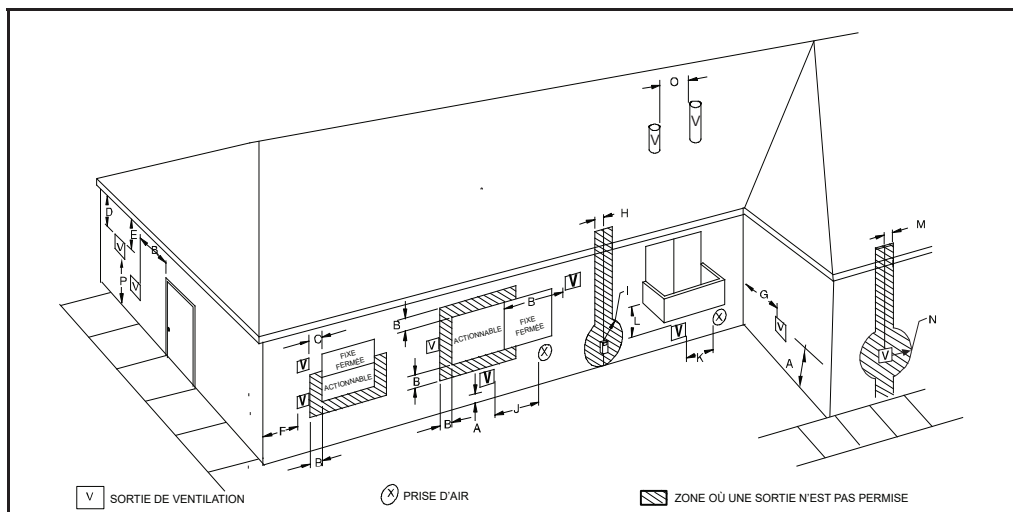
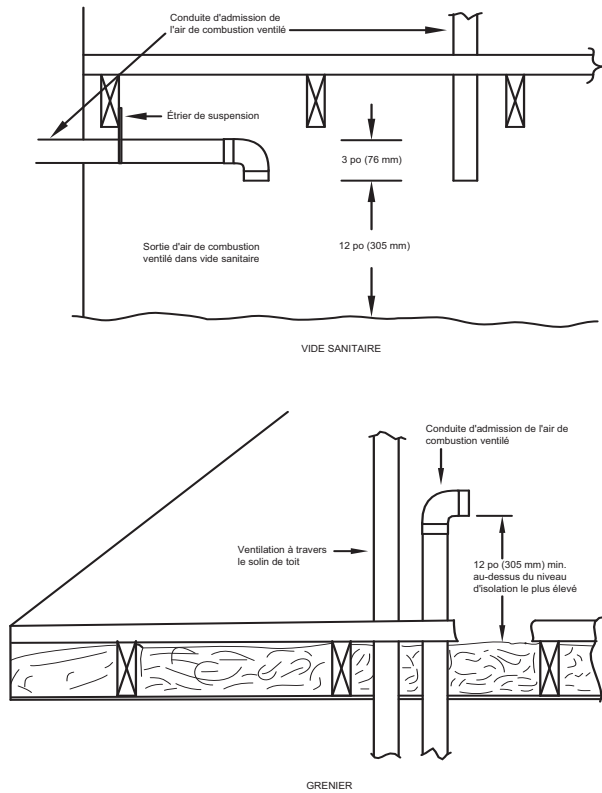

Fig. 43 – Dégagement des sorties des systèmes à air de combustion ventilé et à ventilation indirecte
Fig. 48 – Sorties de ventilation pour système à air de combustion ventilé
Dans le cas d'un système à air de combustion ventilé, l'évent aboutit et évacue les produits de combustion directement à l'extérieur, comme un système à ventilation directe. Consultez la Fig. 43 pour connaître les exigences de dégagement du code national.
Dans un système à évacuation indirecte (un conduit), tout l'air de combustion est prélevé directement de la zone adjacente à la chaudière et tous les produits de combustion sont évacués à l'extérieur dans l'atmosphère. L'air de combustion doit être fourni conformément à la section Air de combustion et de ventilation. Une cheminée inutilisée n'est pas adéquate pour fournir l'air extérieur à la chaudière. Consultez la Fig. 43 pour connaître les exigences de dégagement du tuyau d'évent du code national.
Pour les dégagements de sortie de ventilation, consultez les codes nationaux présentés à la Fig. 42 pour un système à ventilation directe / deux conduits et à la Fig. 43 pour un système à air de combustion ventilé / ventilation indirecte / conduit simple. Pour la disposition des sorties extérieures, consultez la Fig. 40 pour le système à ventilation directe / deux conduits et la Fig. 41 pour les systèmes à air de combustion ventilé / ventilation indirecte / conduit simple. Communiquez avec les responsables des codes locaux pour connaître les autres exigences des codes nationaux présentés dans ces figures ou les dérogations à ceux-ci.
1. Se conformer à toutes les exigences en matière de dégagements, tel qu'indiqué à la Fig. 42 ou à la Fig. 43 selon l'application.
Le conduit d'évacuation d'un système à air de combustion ventilé doit se terminer à l'extérieur. Consultez la Fig. 43 pour connaître les exigences de dégagement du tuyau d'évent du code national. Les sorties d'évacuation admissibles sont indiquées à la Fig. 41. Le conduit d'air de combustion se termine dans un grenier ou un vide sanitaire bien aéré. Conformez-vous aux dégagements indiqués à la Fig. 48.
Le conduit d'évacuation d'un système à ventilation indirecte (conduit simple) doit se terminer à l'extérieur. Pour connaître les exigences relatives aux dégagements des événements du code national, consultez la Fig. 43. Les sorties d'évacuation admissibles sont indiquées à la Fig. 41.